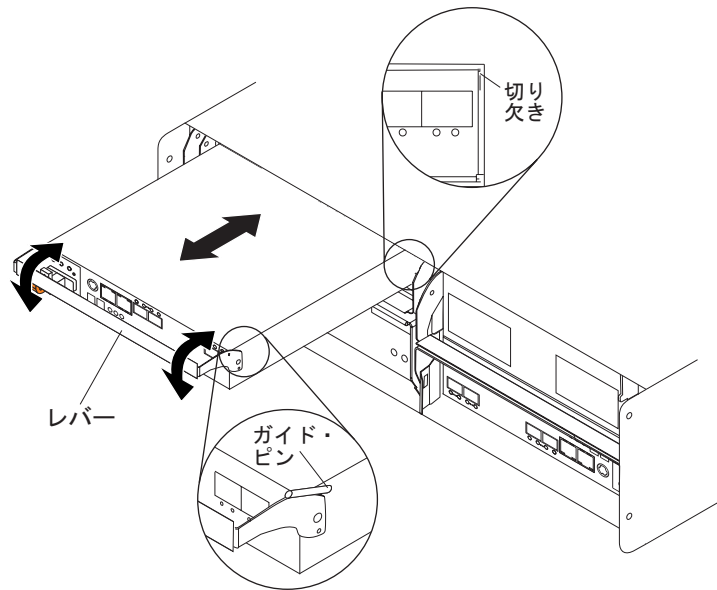

図 20. コントローラーの取り外しと再取り付け
1. 1 つのコントローラーをスライドさせてストレージ・サブシステムの空のスロットに入れます。48 ページの図 20 に示すように、コントローラーをスライドさせて入れる際、レバーがまっすぐ引き出されていることを確認してください。